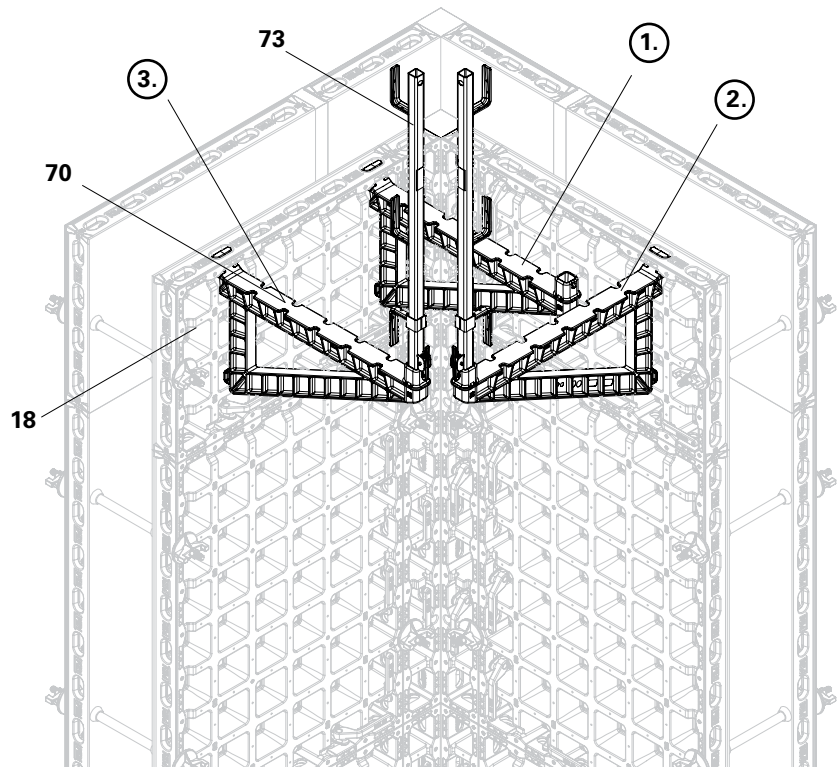

Fig. B4.07
Sia la mensola DUO (70) che l'attacco parapetto frontale DUO (73) possono essere fissati ai pannelli DP 60. (Fig. B4.07)